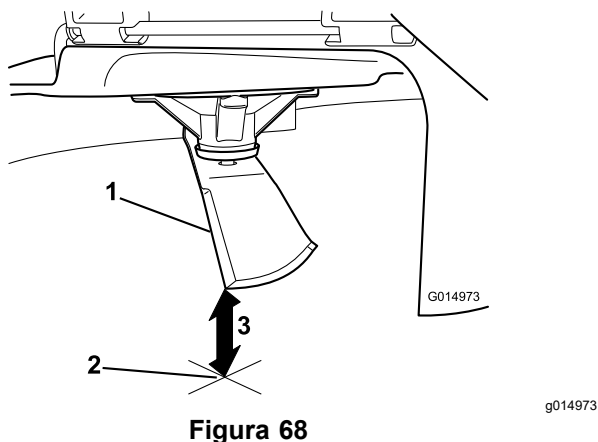

Figura 68
5. Mida desde la punta de la cuchilla hasta la superficie plana (Figura 68).